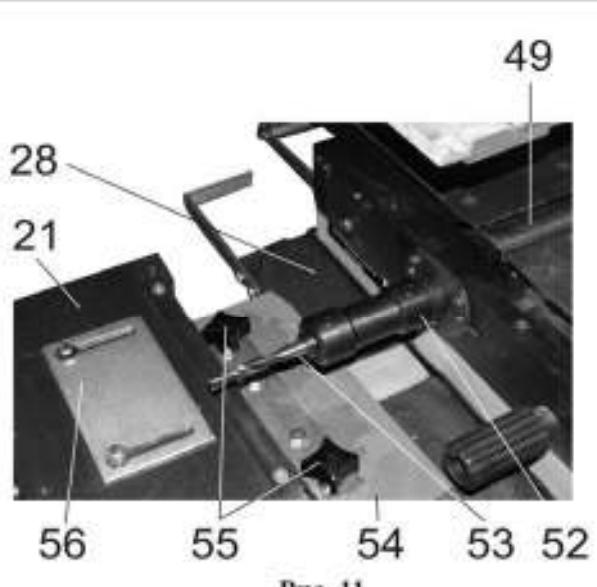
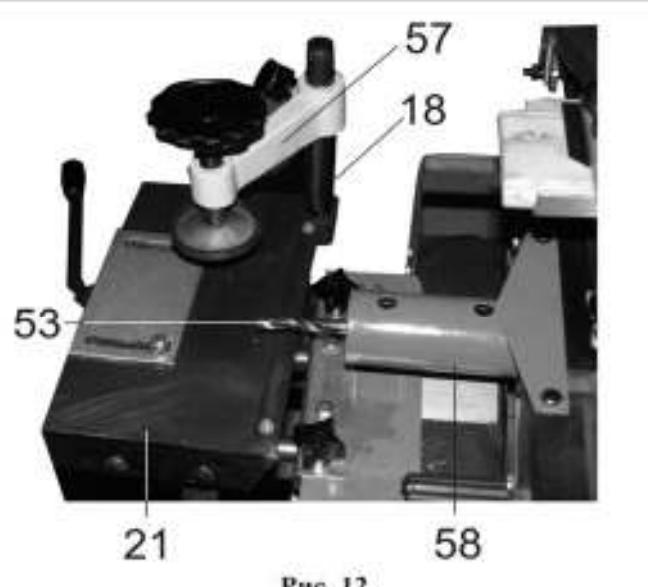
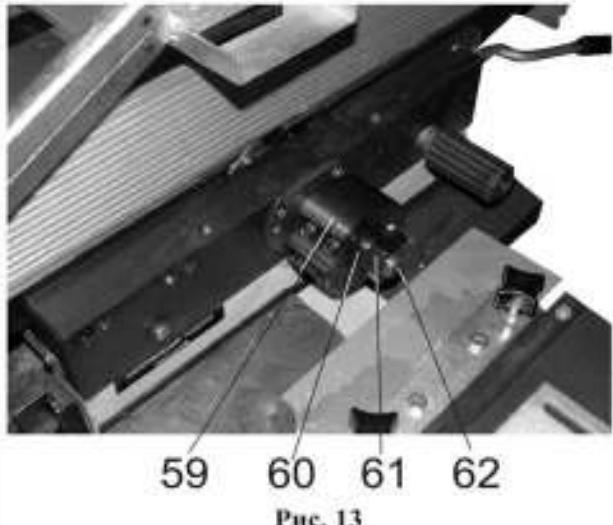
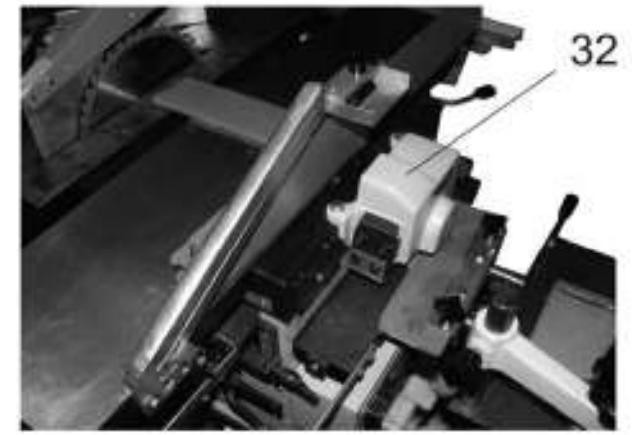

Рис. 11
Рис. 12
Рис. 13
Рис. 14
8.2.9. На фрезерном рабочем столе (28) установите и закрепите фрезерный суппорт (21), Рис.11.
8.3.1. При выполнении фрезерных операций с применением пальчиковых фрез (53) на выступающую часть (шпиндель) строгального вала (49) установите и закрепите специальный фрезерный патрон (52), Рис.11.
8.3.2. В специальный фрезерный патрон (52) вставьте необходимую разрезную вставку (см.комплектность) сквозной прорезью перпендикулярно болту фиксации, установите пальчиковую фрезу (53) и, используя шестигранный ключ (см.комплектность), закрепите пальчиковую фрезу (53), Рис.11.
8.3.3.Установите и закрепите защитный колпак(58), Рис.12
8.3.4. При выполнении фрезерных операций с применением фрезерной головки (59) или насадных фрез (не комплектуется) необходимо установить ее на выступающую часть (шпиндель) строгального вала (49). Учитывая направление движения, установите и закрепите выше перечисленный режущий инструмент, Рис.11,13.
8.3.5. При установке фрезерной головки (59) (или насадной фрезы), при необходимости установите шайбу (60), так чтобы перекрыть 1-2 оборота резьбы на шпинделе (62). В противном случае Вам не удастся гайкой (61) закрепить фрезу или фрезерную головку, Рис.13.
8.3.6. Как показано на Рис. 14 установить и закрепить кожух фрезерной головки (32) Рис.13.
9.1.1. При выполнении фрезерных работ с использованием фрезерной головки (59), Рис.13, необходимо:
- поворотом ручки фиксации (39) ослабить фиксацию положения фрезерного рабочего стола (28);
- маховиком (41) установить необходимую высоту фрезерного рабочего стола (28);
- маховиком поперечной подачи (37) установить необходимое положение фрезерного рабочего стола (28) относительно фрезерного режущего инструмента;
- установленное положение фрезерного рабочего стола (28) зафиксировать ручкой фиксации (39);
- установить и закрепить подвижный упор (35) так, чтобы заготовка имела свободное продольное перемещение по рабочему столу (28) и не имела поперечного перемещения;
19.1.2. При выполнении фрезерных работ с использованием пальчиковой фрезы (52) Рис.12 необходимо:
- направляющий упор (56) установить в зависимости от глубины фрезерования / сверления ,Рис. 11.